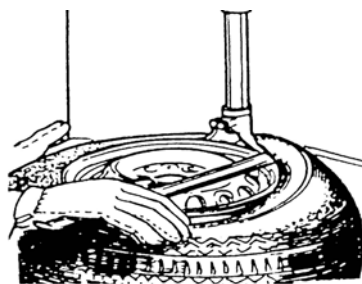

рис.6
- 6) Вставьте монтажную лопатку между закраиной покрышки и носиком монтажной головки (рис.6).